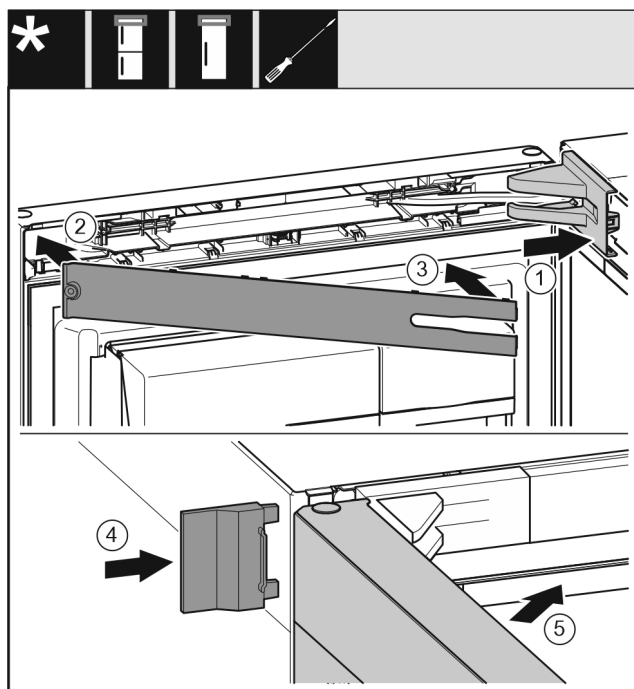

Fig. 32
- Applicare e innestare la copertura del blocco di supporto Fig. 32 (1), eventualmente staccarle l'una dall'altra con cautela.
- Applicare la maschera Fig. 32 (2).
- Ruotare verso l'interno la maschera Fig. 32 (3) e innestarla.
- Applicare la copertura esterna Fig. 32 (4).
- Chiudere la porta superiore Fig. 32 (5).